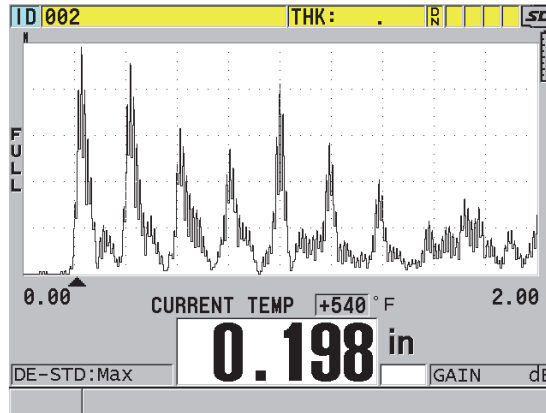

Figura 10-19 Datos de la compensación de temperatura
4. Pulse la tecla **[MEAS]** para regresar a la pantalla de medición con la compensación de temperatura activada (ver Figura 10-19 en la página 188). El espesor medido está basado en la compensación de la temperatura determinada por los parámetros **TEMP. DE CALIBRACIÓN** (CALIBRATION TEMP), **TEMP. ACTUAL** (CURRENT TEMP) y **COEFICIENTE DE TEMP.** (TEMP COEFFICIENT).